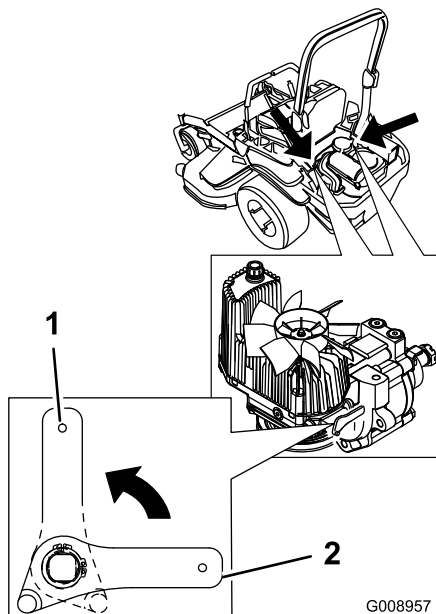

Figura 38
Esto permite que el aceite hidráulico se desvíe alrededor de la bomba, dejando que las ruedas giren (Figura 38).
4. Gire las palancas de las válvulas de desvío a la posición horizontal para conducir la máquina (Figura 38).